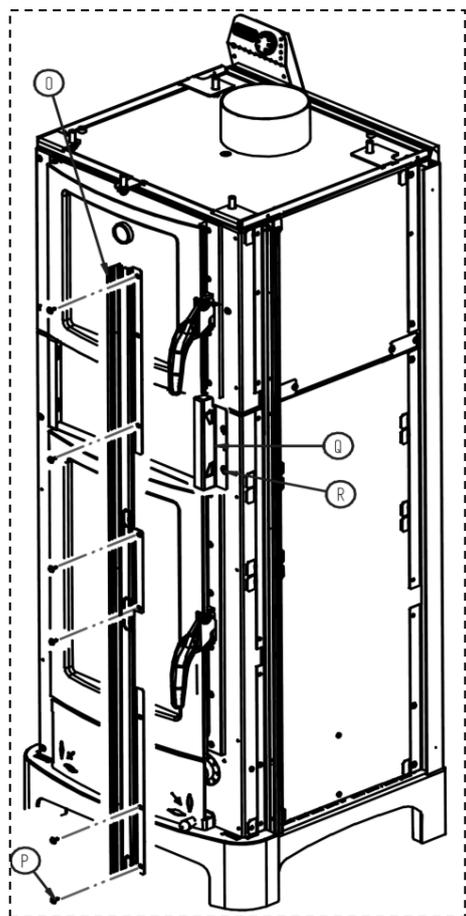

ABBILDUNG 2
- 4) Die Schrauben **P** ausdrehen und die Keramikhalterungen **O** entfernen (Abbildung 2).
- 5) Die 4 Schrauben **R** ausdrehen und die Halterung **Q** entfernen (Abbildung 2).
• Die Innenflächen der Rauchführung und das Rohrbündel reinigen. Dazu die Beschickungstür öffnen, die Platte aus Vermikulit entfernen (Abbildung 1) und den Verschluss S öffnen, der sich beim Modell ARDHEA-F EVO5 auf der Rückseite (Abbildung 2), beim Modell ARDHEA EVO5 unter der gusseisernen Abdeckung (Abbildung 3) befindet.